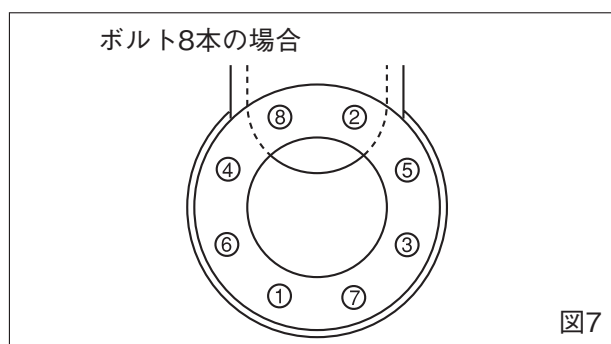

図7
5. ボルトの締め付け：芯出しの後、配管ボルトを締め付けます。必ず対角線上のものから、交互に均等な力で締め付け、片寄りのないよう注意してください。配管フランジがバルブ本体の金属部と接触すれば、締め付け終了です。①～⑧は締める順番の例を示しております。(図7)